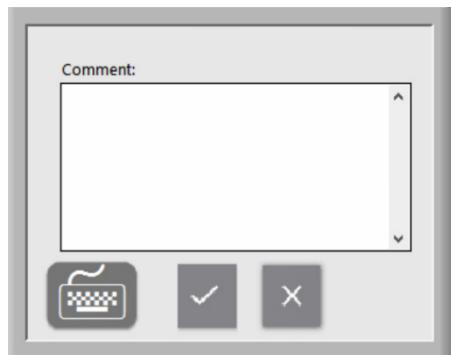

图45：备注窗口
- 如果需要，可以通过轻触 **Add Comment** (添加备注) 按钮将备注添加到 *Assay Results.pdf* 中。这将打开一个窗口，用户可以在其中添加备注（图 45）。